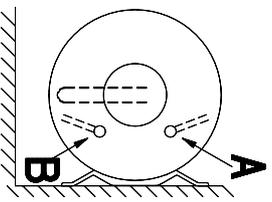

Fig. 4
- Fig.4 modèle horizontal vue latérale
- Fig.4 horizontal model, side view
- Fig.4 modelo horizontal – vista lateral
- Afb.4 horizontaal model zijanzicht